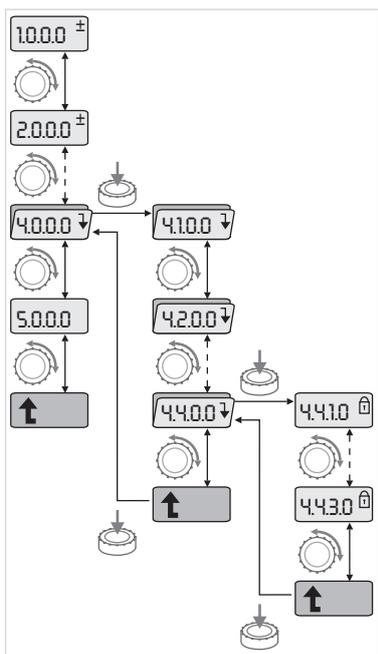

Fig. 38: ejemplo de navegación
- Efectúe la navegación general en el menú de la siguiente forma (ejemplo, véase la Fig. 38):